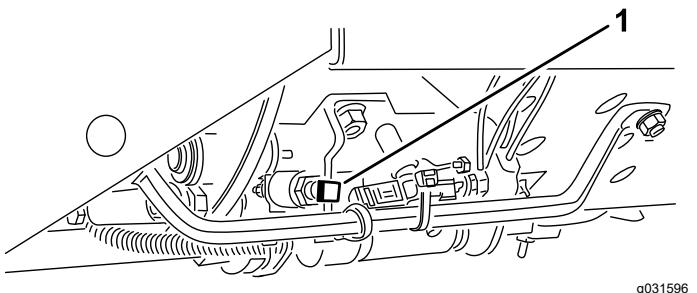

Figura 25
**Importante:** La velocidad de siega se ajusta en fábrica a 9,7 km/h. Puede aumentar o reducir la velocidad de siega ajustando el tornillo de tope de velocidad (Figura 25).